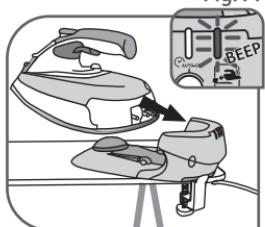

Fig.14
- A piros jelzölámpa kb. 30 másodperc múltán hangsúlyos kísérőben villogni kezd, ha a vasaló nem kerül vissza a talpra: a vasalót vissza kell helyeznie talpra töltés céljából – **fig.14**.